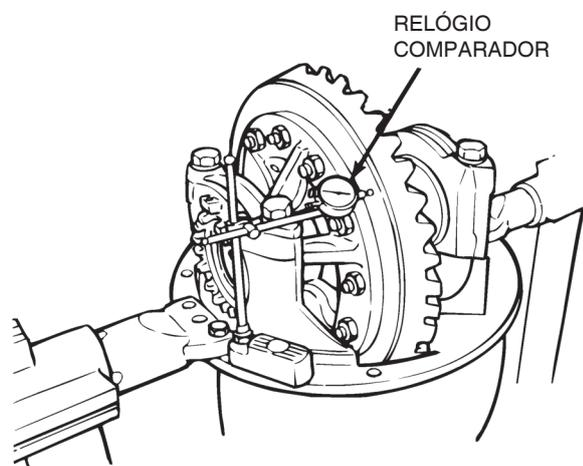

Figura 5.35
1. Fixe um relógio comparador no flange de montagem da caixa do diferencial e então coloque o ponteiro contra a superfície traseira da coroa hipoidal. Figura 5.35.